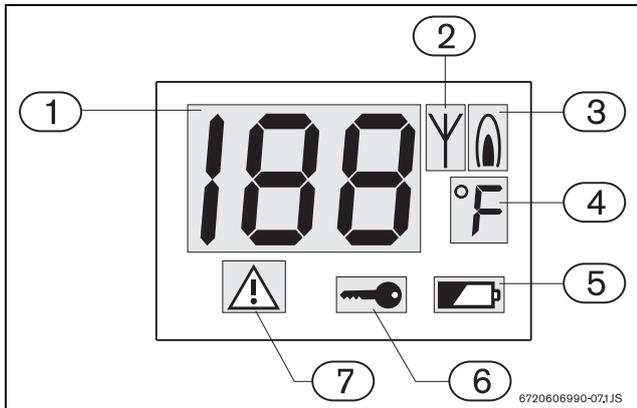

Fig. 17 Pantalla LCD multifuncional
Este aparato dispone de un sistema de mensajes de error. Todo error que genere el calentador aparecerá indicado mediante un código de error que se mostrará en la pantalla (Fig. 17, pos. 1) y un símbolo que indicará un "bloqueo de seguridad" (Fig. 17, pos.7). El mando a distancia sólo estará operativo después de presionar la tecla de reinicio del calentador y eliminar el error. Para identificar el tipo de error, o en el caso de que el error no desaparezca, consulte el manual de instalación del calentador.
Cuando las pilas estén agotadas aparecerá en pantalla el símbolo que lo indica (Fig. 17, pos. 5).